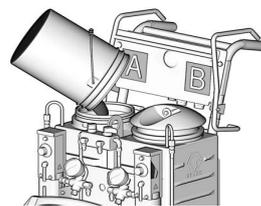

ABB. 7 Behälter A mit ISO füllen
3. Deckel von Behälter A abnehmen und ISO in den Behälter A schütten (rote Seite, mit Trocknerfilter im Deckel). Siehe ABB. 7.